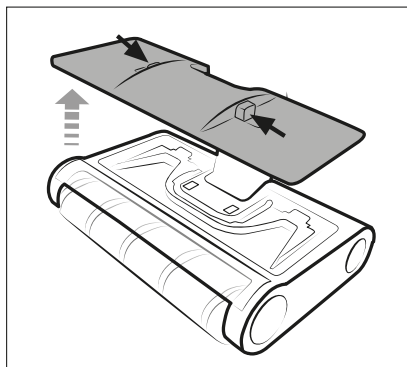

Fig. 9
- 2) Premere i due tasti di sblocco della copertura **14** del serbatoio dell'acqua sporca **13** e togliere la copertura **14** dal serbatoio dell'acqua sporca **13** (vedere fig. 9).